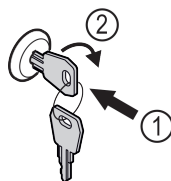

Fig. 158
- ▶ Klíč zasuňte dovnitř. Fig. 158 (1)
- ▶ Otáčejte klíčem o 90° ve směru hodinových ručiček. Fig. 158 (2)